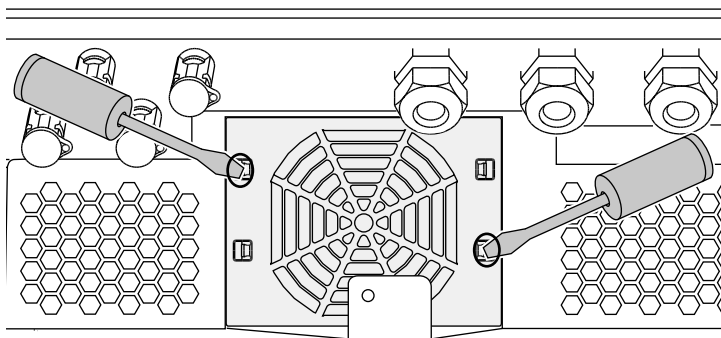

Fig. 70: Togliere le fascette di fissaggio
3. Con un secondo cacciavite premere le fascette di fissaggio verso il centro della ventola. Sollevare leggermente il gruppo ventola.  **Fig. 70**